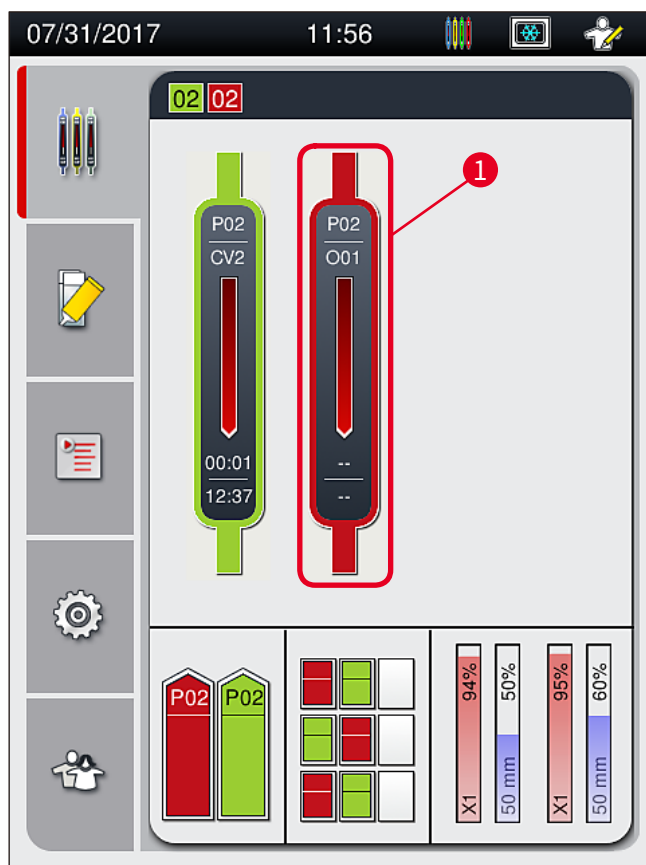
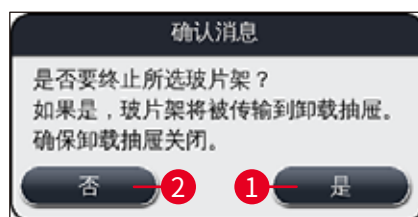

图 78
图 80
- ① 只能使用进程状态显示取消盖片操作(→ 图 78)。
按下**终止玻片架染色** (→ 图 79-1) 按钮后, 显示一条信息消息 (→ 图 80)。使用按钮**是** (→ 图 80-1) 确认取消, 或按下**否** (→ 图 80-2) 返回进程状态显示 (→ 图 78)。